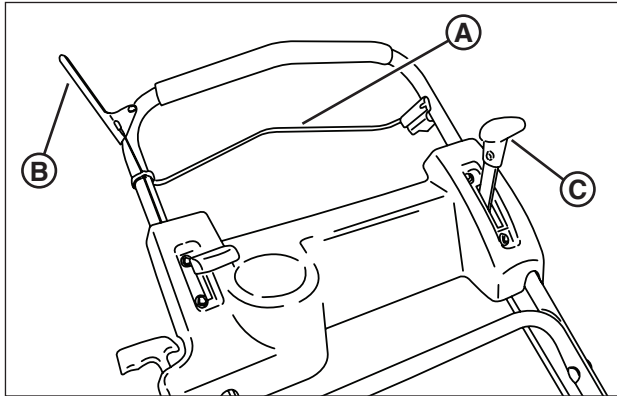

Figure 1: Commandes de tondeuse
2. Vérifiez le contrôle de lame (**A, Figure 1**), la commande d'entraînement (**B**), ainsi que la commande de vitesse de déplacement (**C**) pour vous assurer qu'elles fonctionnent librement.